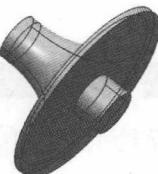
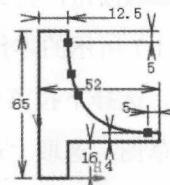

图 1.2 旋转体 1
图 1.3 截面草图
Step2. 创建图 1.2 所示的零件基础特征——旋转体 1。
(1) 选择命令。选择下拉菜单 **插入** → **基于草图的特征** → **旋转体...** 命令（或单击 按钮），系统弹出“定义旋转体”对话框。
(2) 创建截面草图。在“定义旋转体”对话框中单击 按钮，选取“xy 平面”为草图平面；在草绘工作台中绘制图 1.3 所示的截面草图；单击“工作台”工具栏中的 按钮，退出草绘工作台。
(3) 定义旋转角度。在 **限制** 区域的 **第一角度:** 文本框中输入值 360。
(4) 定义回转轴。激活 **轴线** 区域的 **选择:** 文本框并右击，在弹出的快捷菜单中选择 为回转轴。